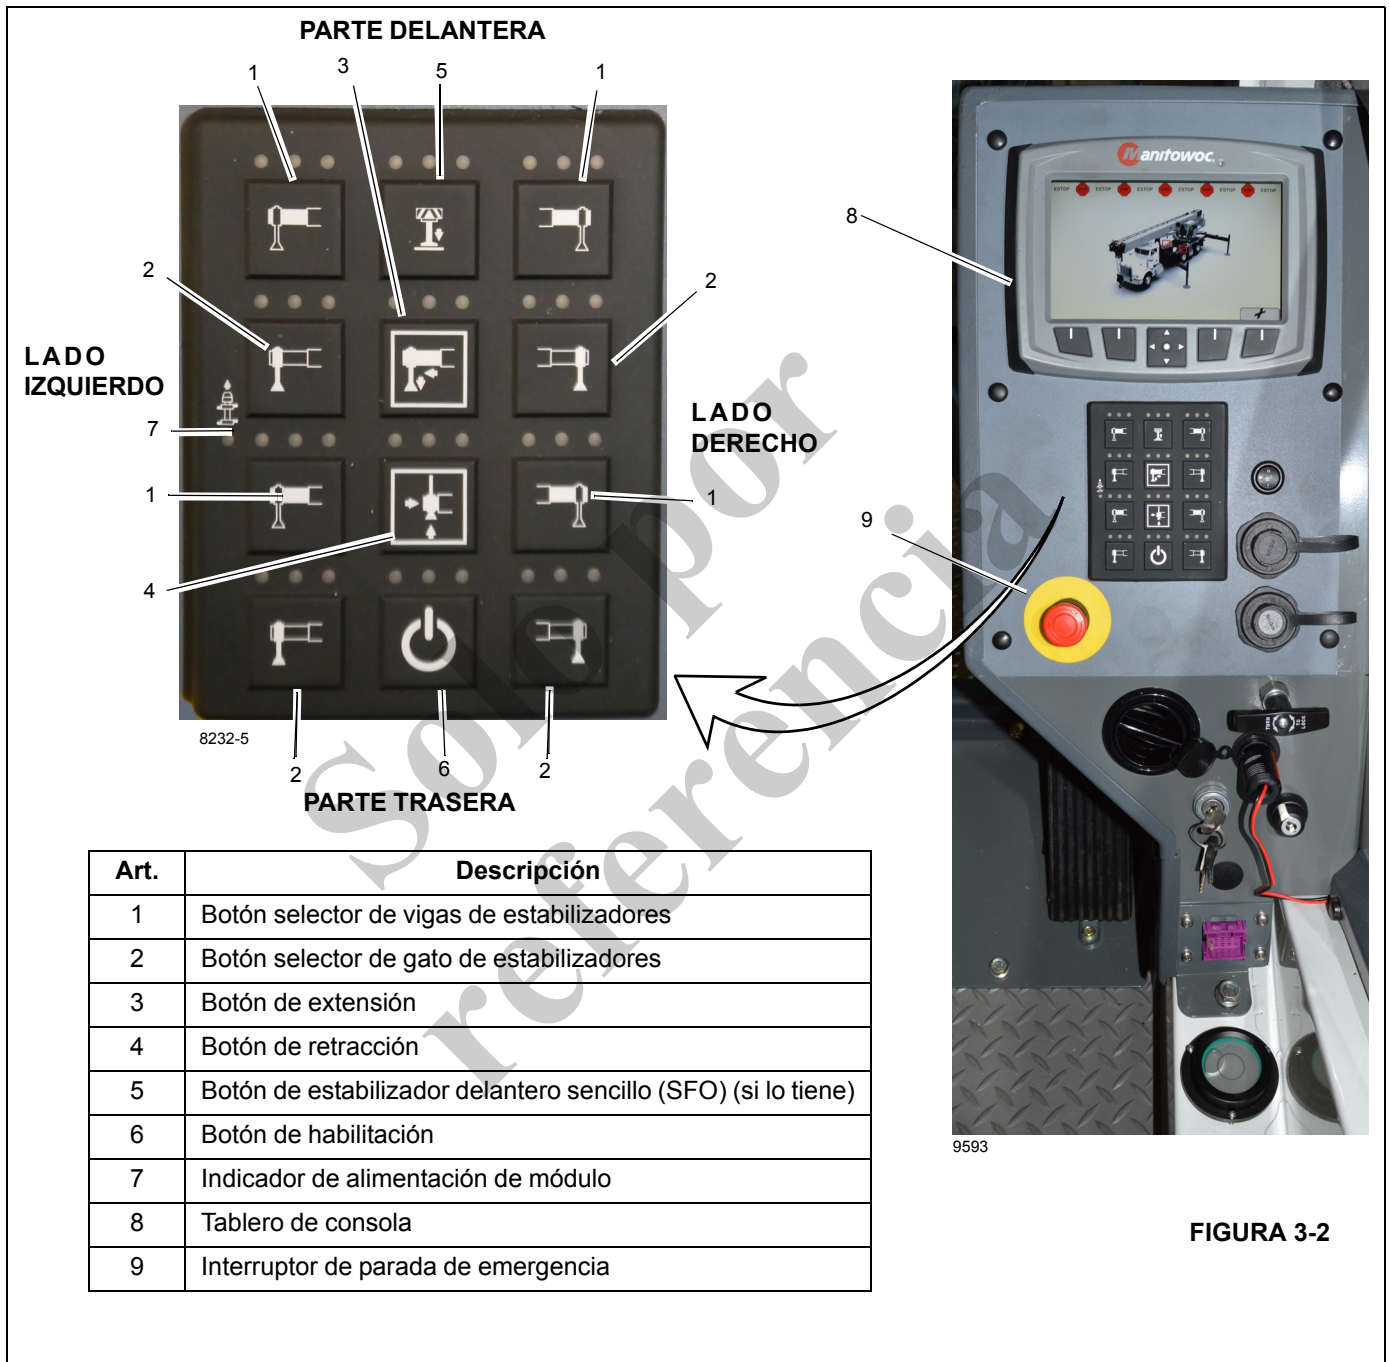

FIGURA 3-2
- El interruptor de parada de emergencia (ESTOP) de la cabina de la grúa (9, Figura 3-2) debe estar suelto.
Los estabilizadores se pueden accionar desde tres lugares, que incluyen el controlador de teclado (Figura 3-1) ubicado en la consola de la cabina de la grúa y dos teclados de control de los puestos exteriores (Figura 3-2) ubicados en los lados izquierdo y derecho del chasis del vehículo. El controlador de estabilizadores en la cabina contiene los controles para extender y retraer las vigas, para elevar y bajar los cilindros de estabilizadores (gatos) y para elevar y bajar el estabilizador delantero sencillo (SFO), si lo tiene. El puesto exterior del lado derecho (pasajero) controla todos los cilindros de estabilizador verticales y el SFO (si lo tiene), pero solo las vigas horizontales en el lado derecho (pasajero) de la grúa. El puesto exterior del lado izquierdo (conductor) controla todos los cilindros de estabilizador verticales y el SFO (si lo tiene), pero solo las vigas horizontales en el lado izquierdo (conductor) de la grúa.
El tablero de control de los estabilizadores de la cabina (Figura 3-2) está ubicado en el tablero de la consola delantera de la cabina de la superestructura y se utiliza para controlar los estabilizadores desde el interior de la cabina. El tablero de control contiene una pantalla táctil con botones de control e indicadores para extender y retraer las vigas, elevar y bajar los cilindros de gato de los estabilizadores y elevar y bajar el estabilizador delantero sencillo (SFO), si lo tiene. Si no tiene un SFO, los indicadores LED de SFO arriba del botón SFO se iluminan de color rojo. El puesto de control en la cabina de la grúa contiene un indicador de nivel y un interruptor de parada de emergencia. Todas las funciones de los estabilizadores se pueden controlar desde el tablero de control de la cabina.
El botón de habilitación se encuentra en el tablero de control de estabilizadores de cabina (Figura 3-2) y se usa junto con la preselección de los interruptores selectores de estabilizadores para controlar el funcionamiento de los estabilizadores.
El botón de extensión se encuentra en el tablero de control de estabilizadores (Figura 3-2) y se usa junto con los botones de habilitación para controlar las funciones de las vigas de los estabilizadores o de los gatos.
El botón de retracción se encuentra en el tablero de control de estabilizadores (Figura 3-2) y se usa junto con los botones de habilitación para controlar las funciones de las vigas de los estabilizadores o de los gatos.
Los indicadores LED muestran el estado del botón de control que se está seleccionando (Figura 3-2) en el tablero de control de estabilizadores de cabina. Un LED se ilumina por 5 segundos después de que un botón ha sido seleccionado.
El indicador de alimentación de módulo se encuentra en el tablero de control de estabilizadores en la cabina e indica que el puesto de control del estabilizador (Figura 3-2) está activo cuando se ilumina un LED verde. El puesto de control no se puede activar si la grúa está realizando otra función. (Por ejemplo: accionando la pluma).
Los botones selectores de vigas de estabilizadores (Figura 3-2 y Figura 3-3) se utilizan para accionar las vigas de estabilizadores delanteros o traseros. Ambos lados se pueden accionar desde el tablero de control de estabilizadores de la cabina.
El botón de estabilizador delantero sencillo (SFO) (Figura 3-2) está ubicado en el panel de control de estabilizadores (si lo tiene) para los controles de estabilizadores de cabina y controles exteriores de estabilizadores (Figura 3-1 y Figura 3-3). El botón de SFO se usa para bajar y elevar el estabilizador delantero central opcional. Para accionar el SFO, presione el botón del SFO para activarlo y luego presione el botón de extensión/retracción. El SFO se retraerá de manera automática cuando se ajusta cualquiera de los otros gatos y se lo debe reposicionar si la elevación va a continuar. Si no tiene un SFO, el LED rojo se ilumina.
Hay un interruptor de parada de emergencia (Figura 3-2 y Figura 3-3) ubicado en cada control de estabilizadores a cada lado del vehículo (Figura 3-3) y en el interior de la cabina en la consola delantera (Figura 3-2). Cuando se presiona un interruptor de parada de emergencia, se apaga el motor.